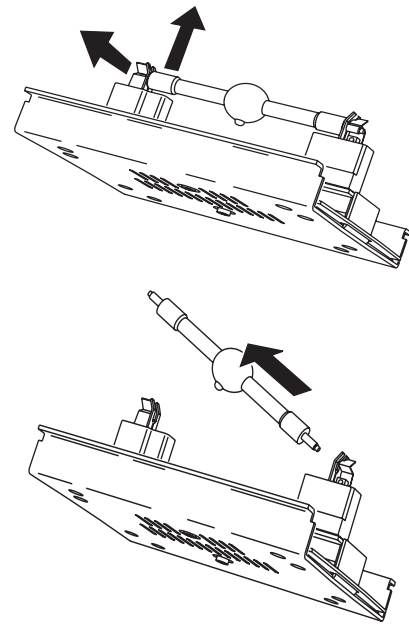

Bild 11: Ausbau des Leuchtmittels
- 3 Unter Bezug auf Bild 11: Lösen Sie die Haltefeder am linken Sockel und kippen Sie das Leuchtmittel nach vorne. Ziehen Sie das andere Ende aus dem Sockel.